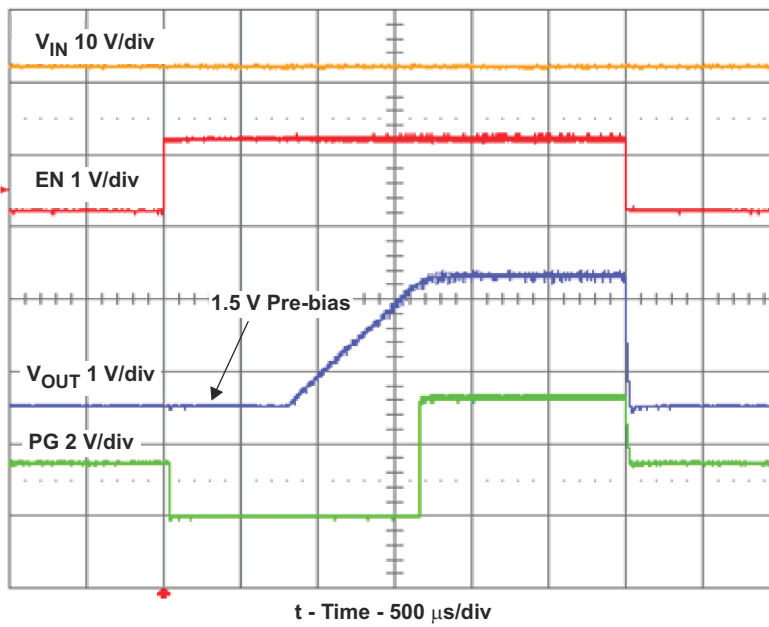
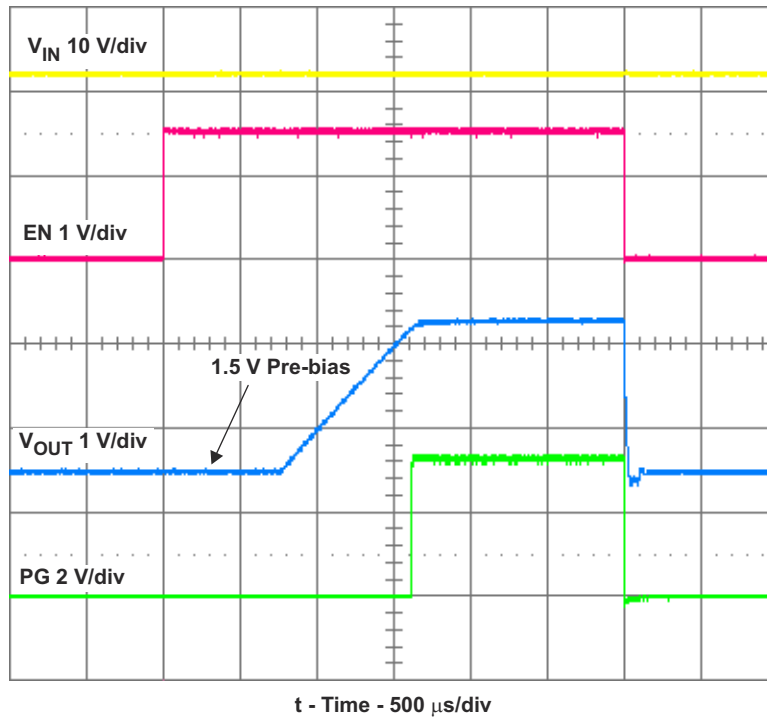

图 3-14. EN 上负载为 1A 且 $V_{in} = 12V$ 时的 TPS62130 预偏置启动和关断
图 3-15. EN 上负载为 1A 且 $V_{in} = 12V$ 时的 TPS62130A 预偏置启动和关断
(1) 2013 年 8 月之前制作的 EVM 使用 U1 的非 A 版本。这些器件之间的唯一区别是禁用器件时 PG 引脚的操作, 如 图 3-14 和 图 3-15 所示。